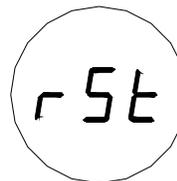

Figura 10: Reset de relé
- O reset dos relés pode ser feito usando um ímã. Para fazer isso, coloque o ímã sobre o logotipo GM na cobertura da unidade. Depois de 3 segundos, a tela mostra "rSt". Depois que o LED mostrar esse código, retire o ímã. O reset dos relés agora foi feito (Figura 10).